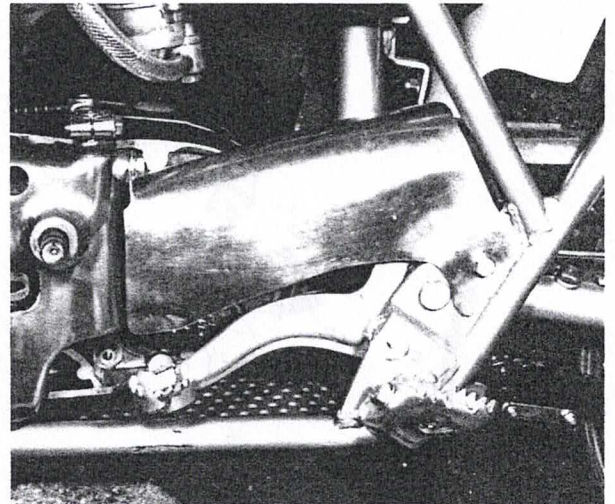

Bild 13
- Den Kupplungszug vom Handhebel lösen. Damit hat der Seilzug genügend Spiel, dass er vom Kupplungsausrückhebel am Getriebe ausgehängt werden kann. Den Seilzug so festbinden, dass er beim Ausbau des Motors nicht stört. Den kleinen Kettenschutz über dem Getrieberitzel abnehmen (Bild 13).